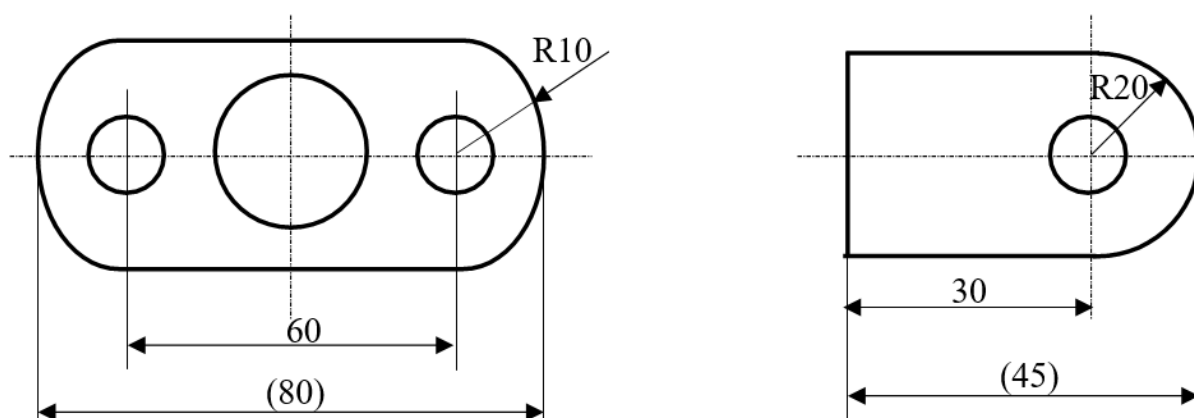

Fig. 8.
1. **Cote de poziție.** Cote funcționale care se referă la o dimensiune necesară pentru determinarea poziției reciproce a formelor geometrice care compun forma principală a piesei (cota 60 și cota 30 din fig. 8);